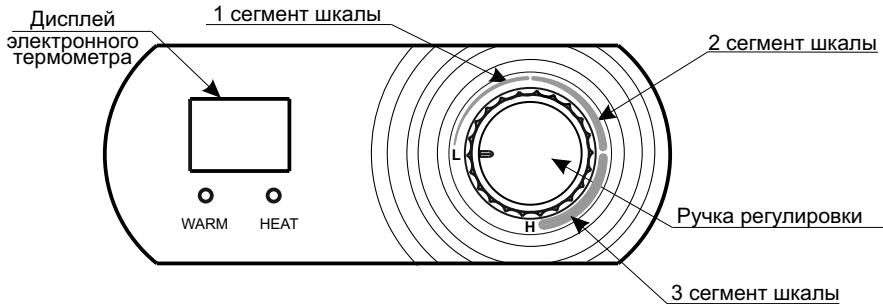

Рисунок 1 - Панель управления
- Предприятие-изготовитель поставляет в торговую сеть ЭВН моделей **9W50H1, 9W60H1, 9W80H1, 11W60H1, 11W80H1** с установкой терморегулятора в нулевом положении (L).
- По желанию потребитель может изменить температуру нагрева воды с помощью ручки регулировки. Поворотом ручки регулировки по часовой стрелке в сторону максимальной установки температуры нагрева воды (на шкале обозначена буквой «H»). Ориентировочное положение ручки терморегулятора при нагреве воды до 60 °C - середина 3 сегмента шкалы. При максимальном нагреве воды ручка регулировки должна быть установлена в положение «H» - нагрев до 75 °C (см.рисунок 1).